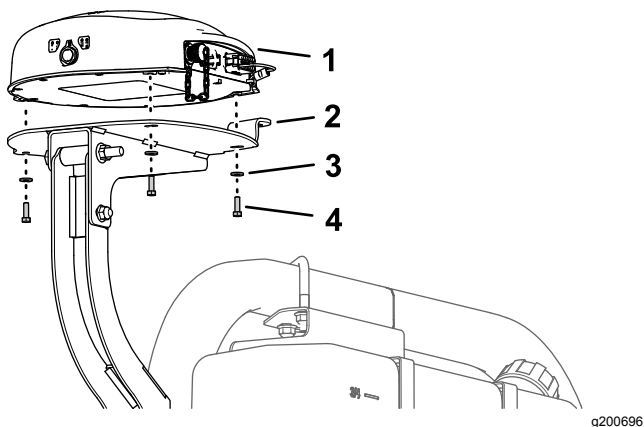

図 155
1. 受信機底部の3本のねじ部を、マウントの3つの穴に合わせる 図 155。
2. 受信機をマウント荷台に固定する 図 155 六角ヘッドボルト5 x 16mm3本と、ワッシャ5 x 16mm3枚を使用する。